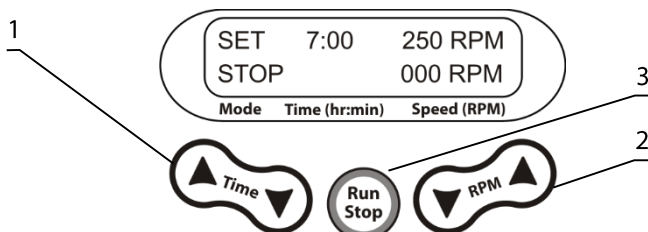

Рис. 1. Панель управления
- 4.3. С помощью соответствующих кнопок ▲ и ▼ **Time** (рис. 1/1) установите необходимый интервал времени в часах и минутах (шаг 1 мин). Если кнопка удерживается нажатой более 2 с, скорость смены значений увеличивается. Установленное значение отображается в верхней строке дисплея.
- 4.4. С помощью соответствующих кнопок ▲ и ▼ **RPM** (рис. 1/2) установите необходимую скорость (шаг 10 об/мин). Если кнопка удерживается нажатой более 2 с, скорость смены значений увеличивается. Установленное значение отображается в верхней строке дисплея.
- 4.5. Нажмите кнопку **Run Stop** (рис. 1/3), на дисплее появится соответствующая индикация RUN. При этом начинается движение платформы, и таймер начнет отсчет установленного интервала времени, отображенный в нижней строке дисплея.
- 4.7. При необходимости работу прибора можно остановить до истечения установленного интервала времени нажатием кнопки **Run Stop** (рис. 1/3). Повторное нажатие кнопки **Run Stop**, приведет к перезапуску программы с ранее установленными параметрами.